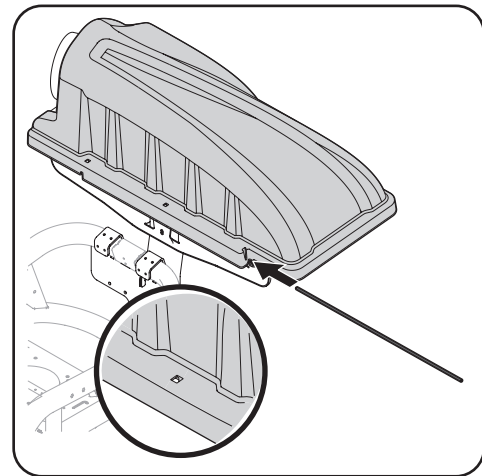

Figure 4-12
6. Glissez la broche dans l'orifice de l'onglet de fixation, comme illustré à la Figure 4-12. Servez-vous des fenêtres de découpe (reportez-vous à l'encadré de la Figure 4-12) pour aligner la broche de l'autre côté et enfoncez-la complètement, jusqu'à ce qu'elle atteigne la butée. À cette étape, la broche s'enclenche en place et est fixée à l'aide de l'onglet qui se trouve dans le couvercle de l'ensacheuse.